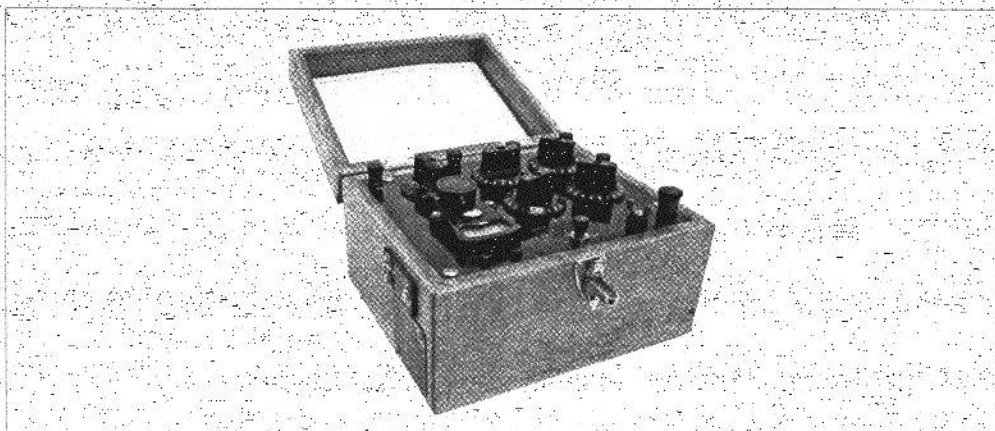

图6-5：老式的Leeds & Northrup电阻电桥测试仪
- 万用表的表笔引线存在电阻。这个值通常很低，约为 0.5Ω ，但如果你试图测量某些像低阻值的功率绕线电阻时（例如， 0.1Ω ），万用表引线所贡献的读数会超过被测器件所贡献的读数值。有些数字万用表有引线阻值补偿功能，但对于那些没有这种功能的万用表，你应该先测量引线的阻值，然后从仪表指示的读数上将其减去。像电流分流器这类装置，它们的电阻通常只有几毫欧，这时通常要使用惠斯通电桥或凯里-福斯特电桥（Carey Foster bridge）来测量极低的电阻。作为历史的见证，图6-5展示了一台老式的电桥测试仪。